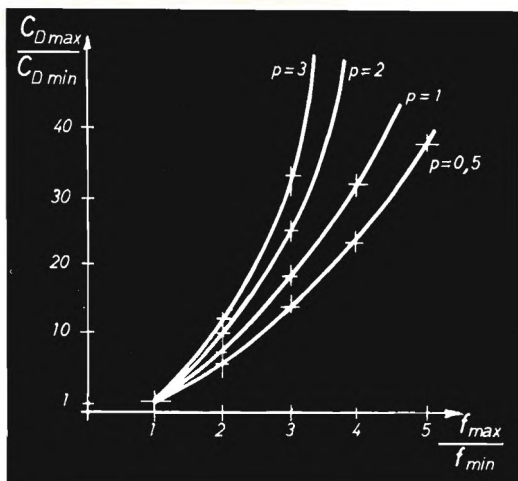

figura 6
Fissata, quindi, la gamma di frequenze che interessa e nota o stimata la capacità parassita C_p è possibile determinare il rapporto $C_{D_{\text{max}}}/C_{D_{\text{min}}}$ e, conoscendo la tensione di sintonia disponibile, scegliere un diodo di caratteristiche idonee. In figura 6 è rappresentata graficamente la (2) in cui si è posto $C_p = \rho C_{D_{\text{min}}}$. Tale grafico è valido anche nel caso di condensatori variabili ad aria tradizionali per un rapido dimensionamento di circuiti accordati a sintonia variabile.